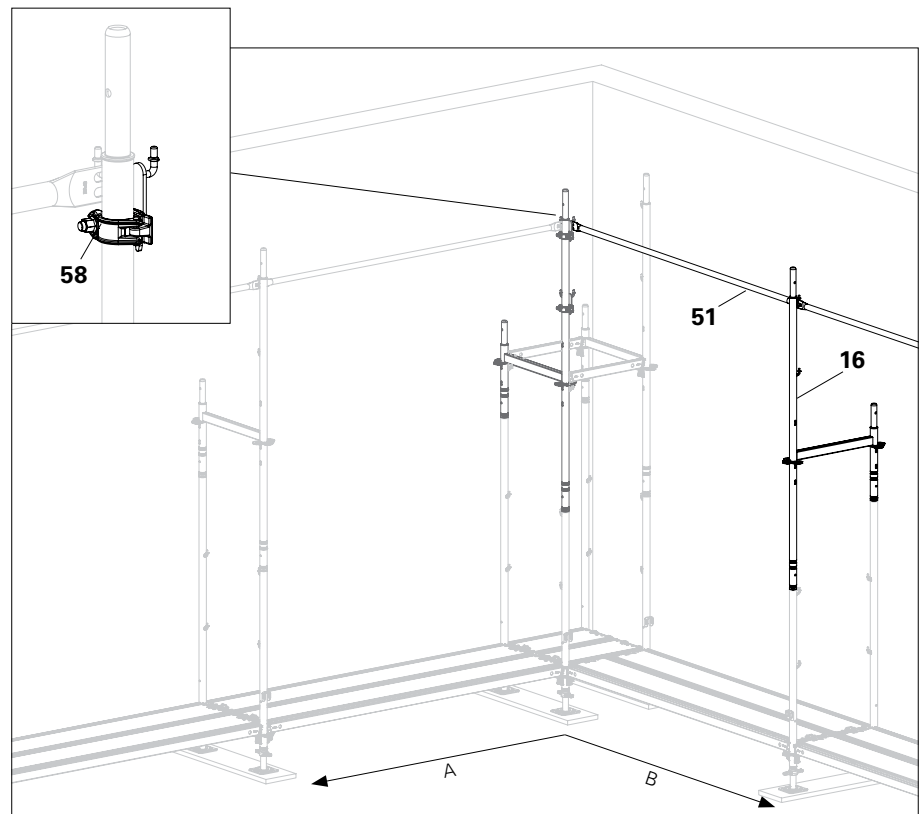

Abb. B6.09
7. Für 2. Gerüstfeld (B) Geländerholm EPG (51) an Geländerkupplung EPR (58) von darunter liegender Lage einhängen.
8. Andere Seite des Geländerholmes EPG an Easyrahmen EVF (16) montieren und aufsetzen. (Abb. B6.09)